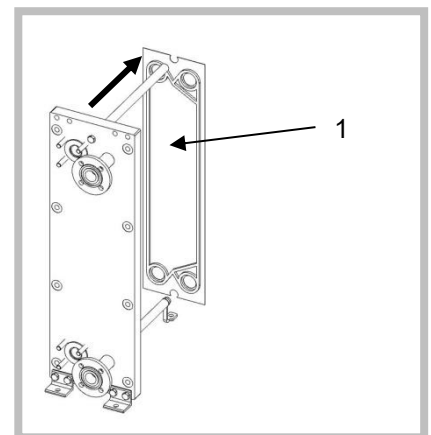

Figure 35
2. Demandez à une deuxième personne de tenir les plaques de transfert thermique afin d'éviter qu'elles glissent. Poussez chaque plaque de transfert thermique [1] hors de la tige porteuse (Figure 35).